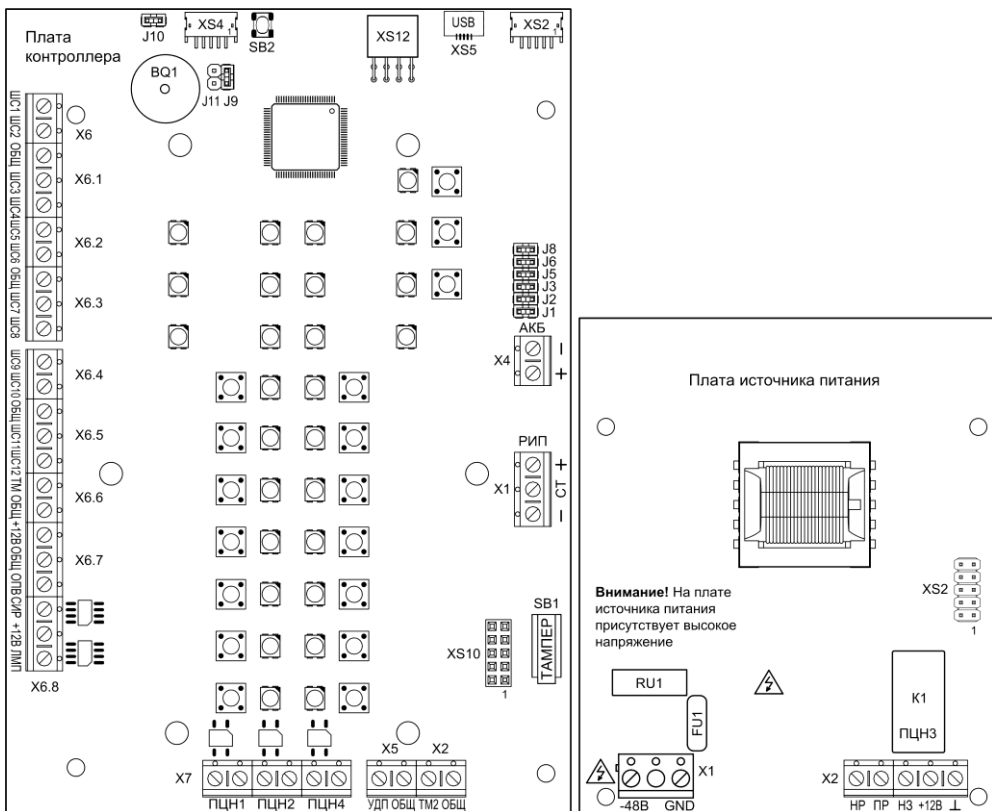

Рис.1 Плата контроллера Гранит-12-48В (вид со снятой панелью индикации и управления) и плата источника питания
Прибор состоит из корпуса и съёмной крышки. В корпусе расположены плата контроллера и плата источника питания (рис.1). На плате контроллера установлена панель индикации и управления (рис.2),
3.1 На плате контроллера (рис.1) расположены следующие элементы:
3.3 На плате источника питания (рис.1) расположены следующие элементы: